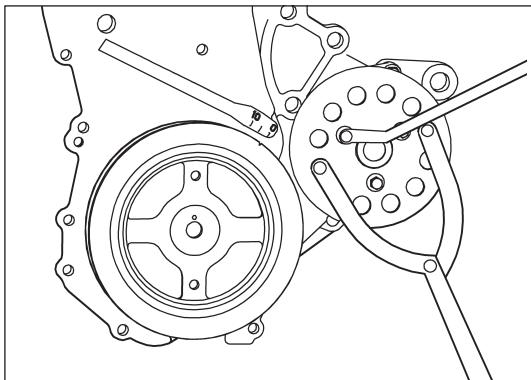
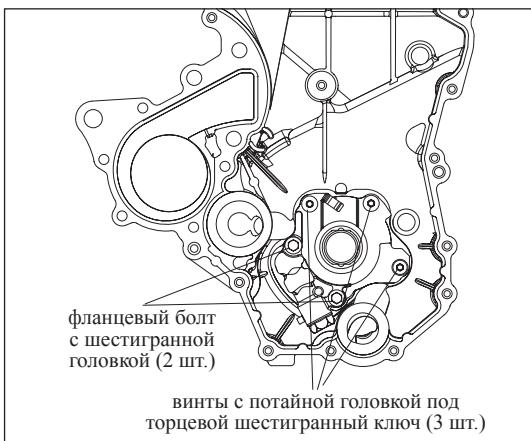

Рис. 10-4-2. Разборка шкива насоса ОЖ
Рис. 10-4-3. Снятие болтов и гаек
- (1) Слив охлаждающую жидкость из двигателя
- (2) Перед разборкой насоса ОЖ ослабить болт (M8×30) кронштейна регулировки генератора и фланцевый болт крепления генератора (M10×1.25×72), затем снять ремень привода генератора.
- (3) Снятие шкива насоса ОЖ.
- a) Зафиксировать шкив насоса ОЖ специальным приспособлением, затем открутить 3 болта (M6×12), как изображено на рис. 10-4-2.
- (4) Снятие насоса ОЖ и его прокладки
- a) Открутить 3 болта (M6×35) и 2 гайки с фланцами (M6), как изображено на рис. 10-4-3.